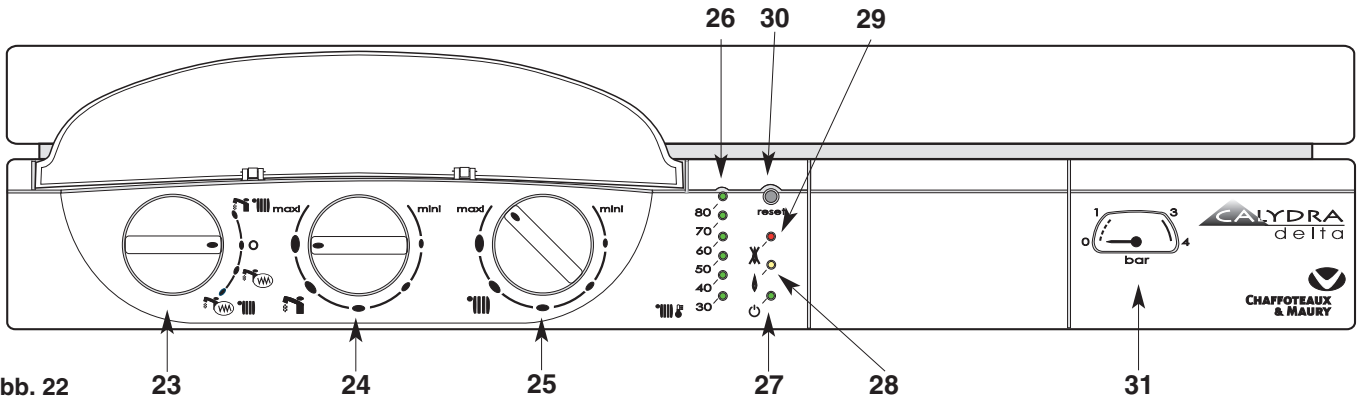

Abb. 22
Schalttafel (Abb. 22)
4. Öffnen Sie die Gaszuführung am Gashahn **34** (Abb. 22) und stellen Sie ihn auf die Position . Ihr Heizkessel ist betriebsbereit.
- Stellen Sie den Schalter **23** (Abb. 22) auf  die grüne Leuchtanzeige; leuchtet; die orangefarbene Leuchtanzeige **28** leuchtet jedes Mal dann auf, wenn der Brenner sich in Betrieb setzt. Wenn Wasser läuft, stellt die Heizung ihren Betrieb ein.
Mit dem Einstellknopf der Heizung **25**  (Abb. 22) kann die Wassertemperatur des Heizungskreislaufs je nach den saisonbedingten Bedürfnissen eingestellt werden. Drehen Sie den Knopf **25**:
Der Anzeiger **26**  (Abb. 22) zeigt die betreffende Temperatur an. Wenn Ihre Wohnung mit einem Raumthermostat ausgerüstet ist, stellen Sie diesen auf die gewünschte Raumtemperatur ein.
- Stellen Sie den Schalter **23** auf «O» die grüne Leuchtanzeige bleibt an. **27** (Abb. 22) und die Frostschutzfunktion bleibt aktiviert.
- Bringen Sie den Schalter **23** in Stellung Stop **O** die grüne Kontrollleuchte **27** (Abb. 22) erlischt
Vergessen Sie nicht, das Ventil am Anfang der Heizsaison wieder aufzudrehen, wenn Sie den Schalter **23** (Abb. 22) auf  stellen.